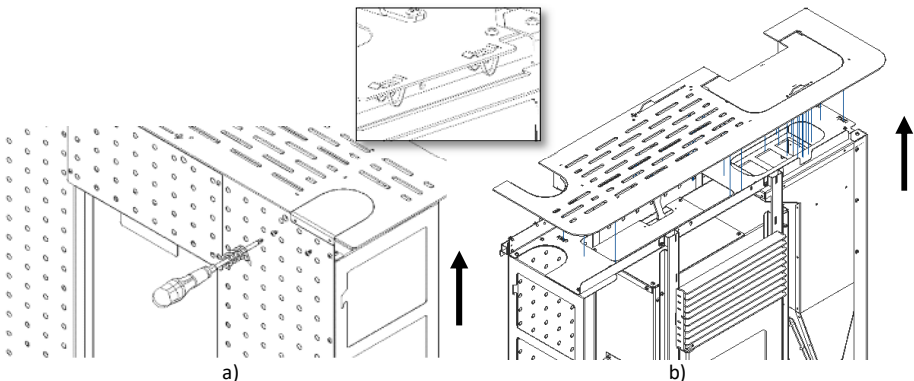

Figure 66 – Retrait couvercle
a) Retirez le dessus de l'équipement. Dans un premier temps, enlevez le petit couvercle qui est fixé à l'arrière en desserrant les deux vis (Figure 66-a). Ensuite, déplacez le couvercle en exerçant une force dans le sens indiqué, aucun outil n'est nécessaire car le couvercle s'insère rapidement dans les ressorts (Figure 66-b).